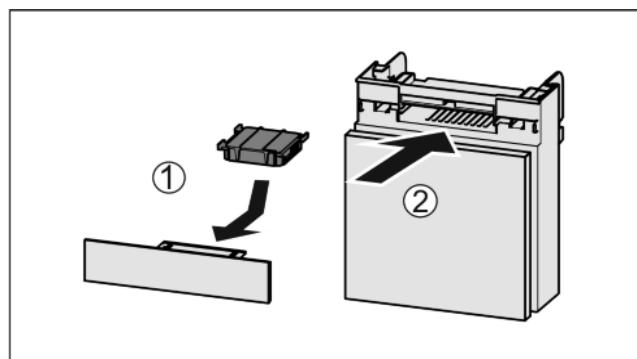

Fig. 34
- Aktivni ogleni filter vstavite Fig. 34 (1) skladno s prikazom na sliki.
- Predal potisnite noter Fig. 34 (2).